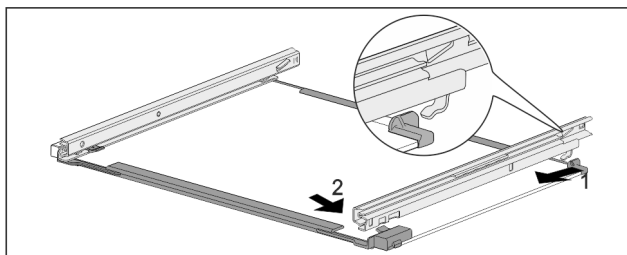

Fig. 134 Стеклопластина с направляющими
- ▶ Зацепите направляющую сзади. Fig. 134 (1)
- ▶ Защелкните направляющую спереди. Fig. 134 (2)